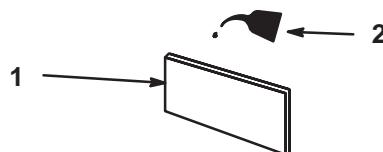

Figure 36
3. Imbibez l'élément d'huile moteur fraîche (Fig. 36), puis pressez l'élément pour éliminer l'excédent d'huile.